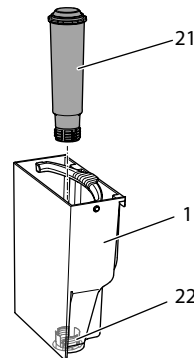

Fig. 15: Montaggio e smontaggio del filtro dell'acqua
- Rimuovere il filtro dell'acqua (vedere Fig. 15 a pagina 125).
9. Installare un filtro nuovo nel serbatoio dell'acqua (vedere *Fig. 15*).
3. Rimuovere il filtro dell'acqua (vedere Fig. 15).